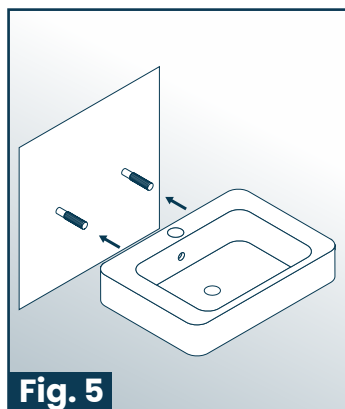
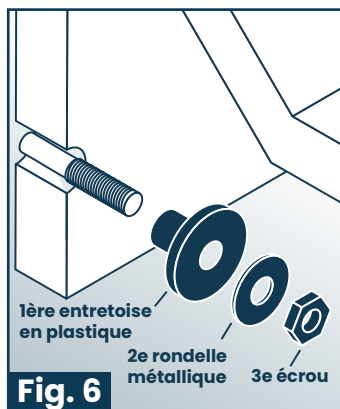

Fig. 5
Fig. 6
6. Cuelgue el fregadero en los pernos y deslice el espaciador de plástico y la arandela sobre los pernos, seguidos por la arandela de metal y la tuerca. (Fig. 5) (Fig. 6)
6. Accrochez l'évier aux boulons et faites glisser l'entretoise en plastique et la rondelle sur le(s) boulon(s), suivies de la rondelle et de l'écrou en métal. (Fig. 5) (Fig. 6)